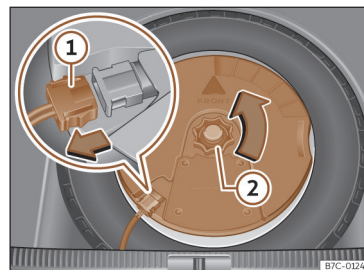

Fig. 232 Na bagageira: desmontar o subwoofer.
- Desligue o cabo do altifalante subwoofer >>> **Fig. 232 ①.**
- Rode a rodinha de fixação no sentido contrário ao dos ponteiros do relógio >>> **Fig. 232 ②.**